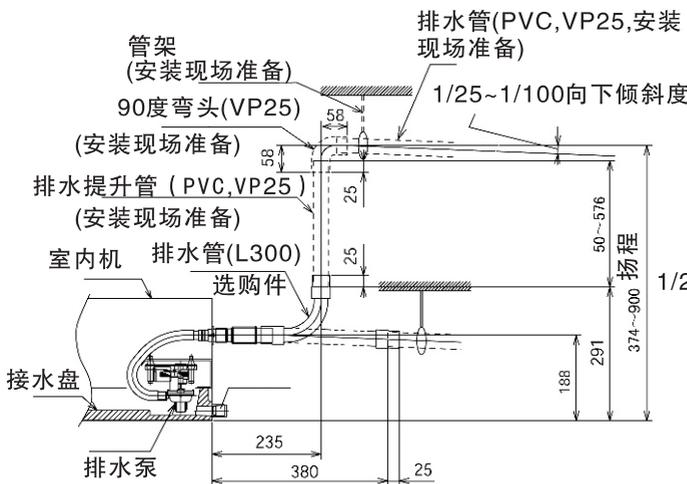
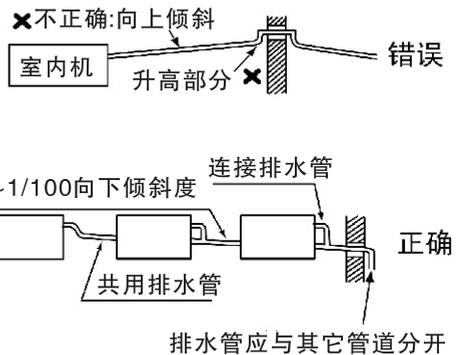

图9-1
图9-3
- (1) 排水管的连接位置见图 9-1、9-2。
- (2) 准备外径为32mm的聚氯乙烯管。
- (3) 用粘合剂和工厂提供的卡箍固定聚氯乙烯管到排水管上,排水管向下倾斜度为 1/25~1/100。
- (4) 接好排水管后需作保温处理。见图 9-3。